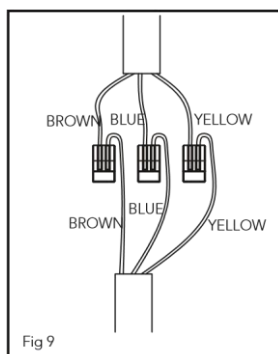

Fig 9
4. Som vist i fig.9, koble den eksterne strømføringen til kabelen som er reservert på bobilen.